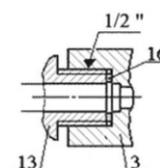

рис. 3
6.1. Опрессовщик состоит из насоса 1, который закреплён на полках в верхней части бака 2. К нагнетательной полости насоса 1 подсоединён рукав высокого давления 3. Второй конец рукава высокого давления предназначен для непосредственного подсоединения к испытываемой гидравлической системе через штуцер 13 (рис. 3).
7.8 Подсоедините рукав 3 к испытываемой гидравлической системе, в которой должен быть установлен штуцер 13 с ответной частью для подсоединения рукава 3 (рис. 3). Для уплотнения используются прокладки 16 из резины, отожженной меди или фторопласта.